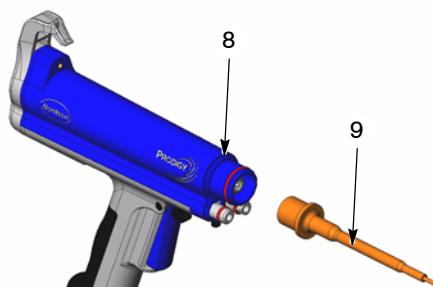

Bild 4 Demontering av motståndshållare
7. Se bild 4. Skruva av motståndshållaren (9) från spänningsmultiplikatorn (8).
4. Se bild 4. Skruva fast motståndshållaren på multiplikatorn (8).